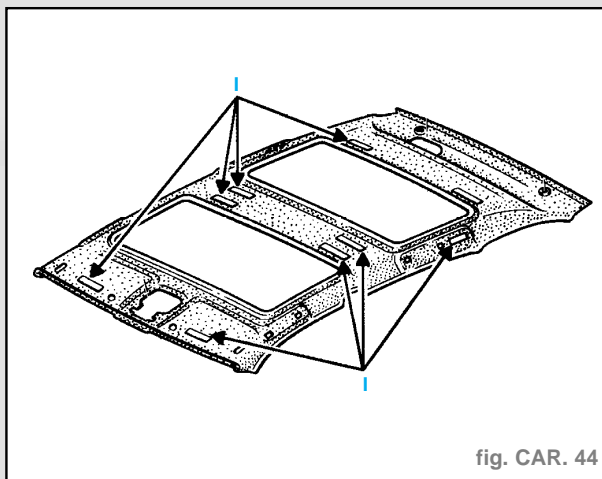

fig. CAR. 44
- La garniture de pavillon est fixée par des velcros (I) (fig. CAR. 44).